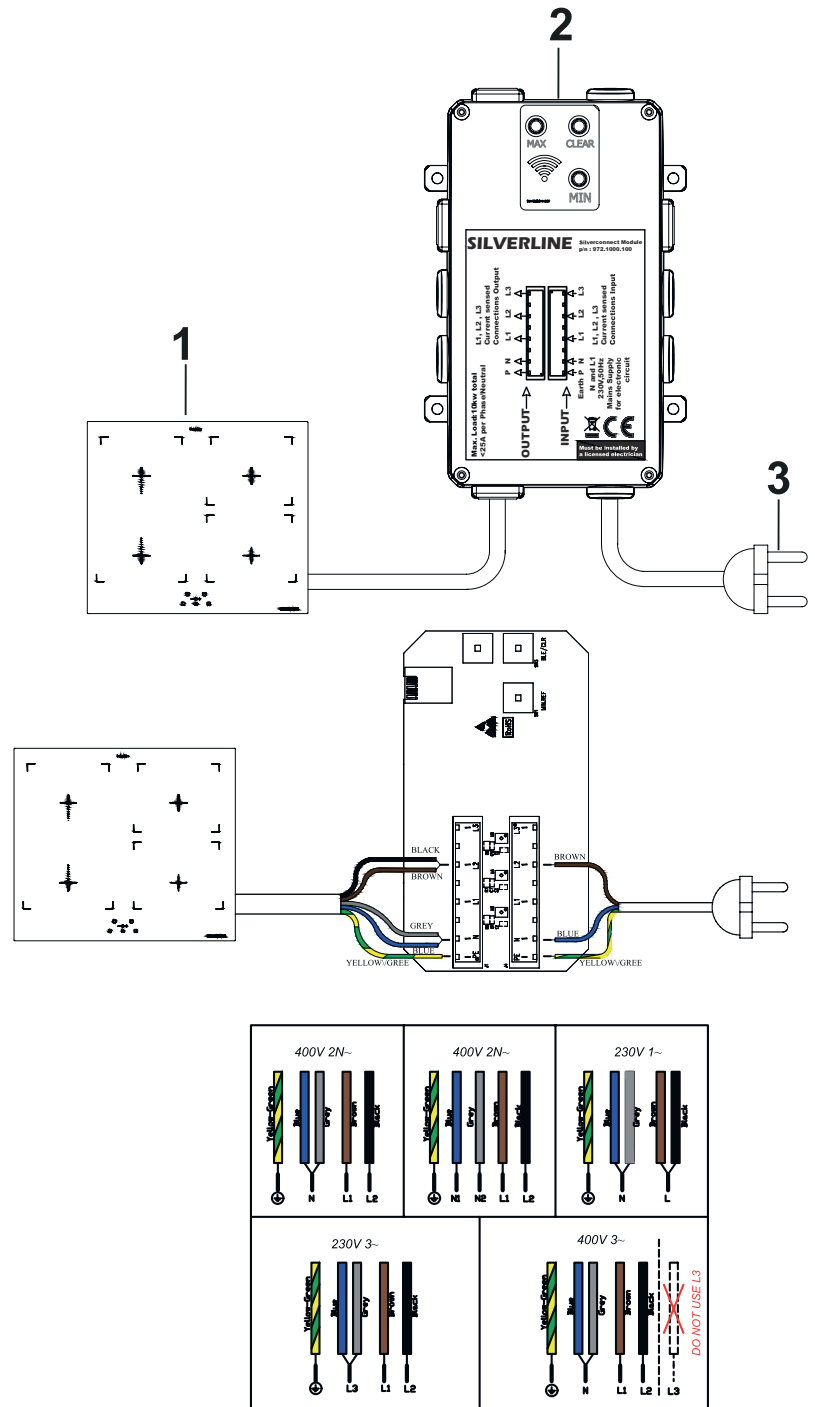

Fig. 27: Forbindelse af kogeplade og silverconnect
- ⇒ Der skal nu være blå lys ved alle 3 knapper på silverconnect. (Fig. 27/ nr.2)
4. ➤ Tryk nu igen på knappen "clear" i 3 sekunder og slip herefter. Nu skulle de blå lys, lyse konstant. (Fig. 27)
8. ➤ **GENKENDELSE AF MIN. NIVEAU:** Sørg for at zonerne er slukket på kogepladen og at den er på standby. Vent nu 7 sekunder og tryk og hold herefter på "min" knappen på silverconnect i 2 sekunder (Fig. 27) og vent nu i 7 sekunder igen. I medens vil de blå lys blinke en gang. Når lysene har blinket en gang, er min. niveau godkendt.
9. ➤ **GENKENDELSE AF MAKS. NIVEAU** Sørg for at alle zoner er tændt på kogepladen og at der er fuld styrke på alle zoner. Vent nu 7 sekunder og tryk og hold herefter på "max" knappen på silverconnect i 2 sekunder (Fig. 27) og vent nu i 7 sekunder igen. I medens vil de blå lys blinke en gang. Når lysene har blinket en gang, er min. niveau godkendt.